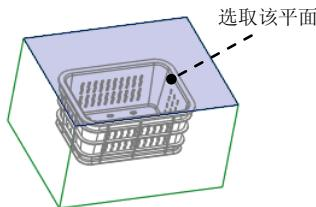

图 16.8 定义封闭环
④ 定义封闭面。根据系统 的提示, 选取图 16.8 所示的平面为封闭面, 此时系统显示“封合”菜单。